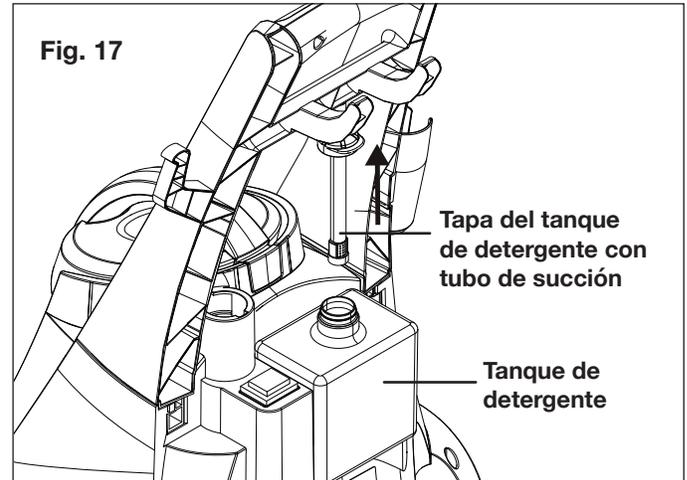

Fig. 17
2. Retire la tapa del compartimiento de detergente con tubo de succión. Saque cuidadosamente el compartimiento de detergente fuera de su posición de almacenamiento (Figs. 17 y 18).